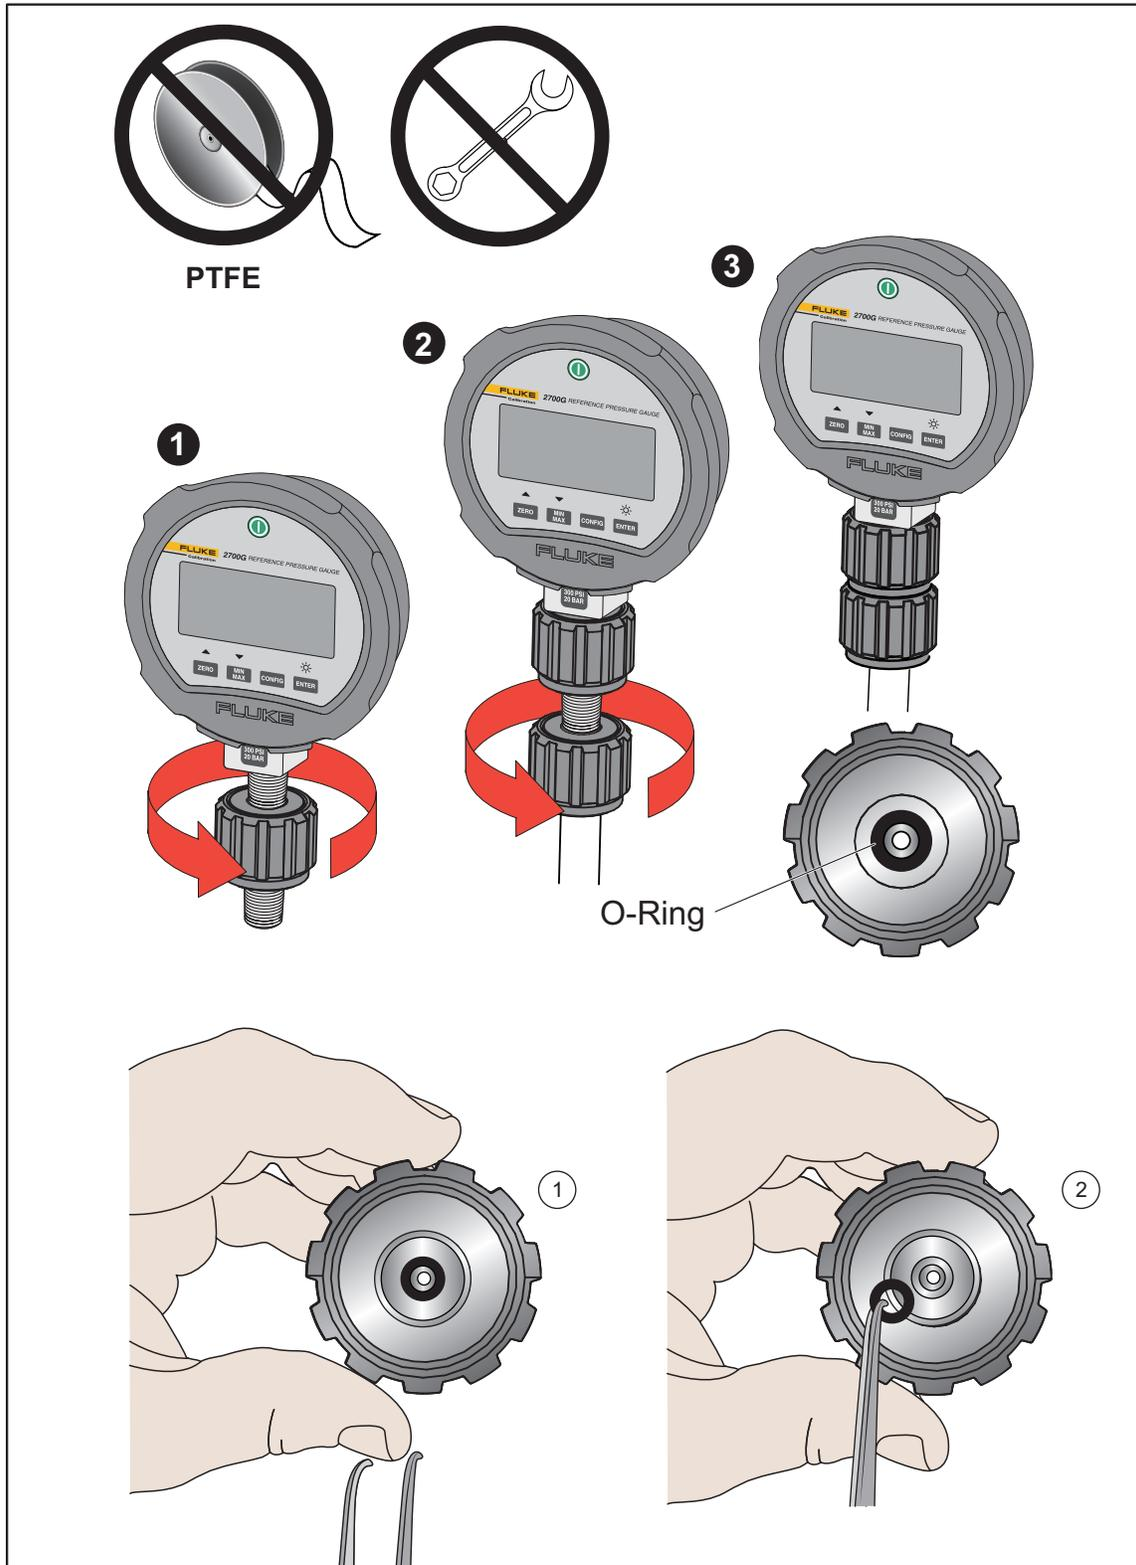

图 10.更换 M20 的 O 型密封圈
1. 将合适的仪表转接头完全拧到被测装置上, 参见图 10。